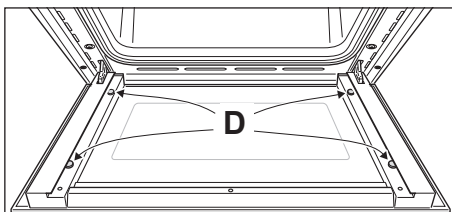

Fig. 5.17a
- Verificare che i 4 distanziatori "D" siano nella loro posizione (fig. 5.17a).